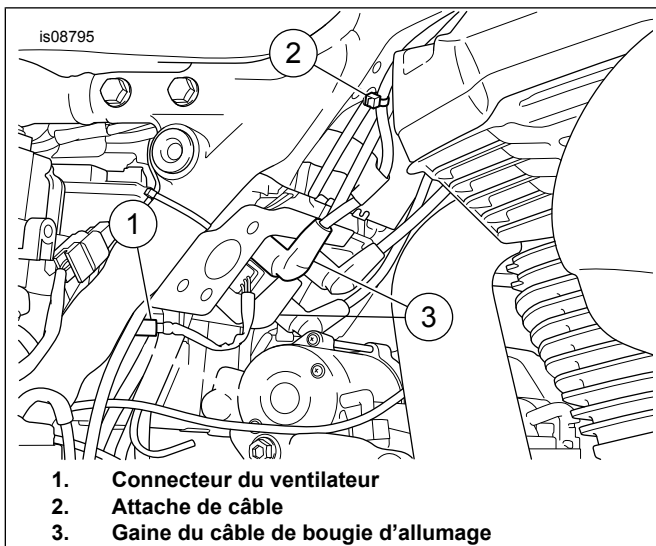

Figure 1. Connecteur du ventilateur
7. Consultez Figure 1 . Situer et déconnecter le connecteur du ventilateur (1).
- *Lorsqu'elles sont repositionnées, les gaines des câbles de bougie de droite (3) sur le bloc de bobinage devraient être orientées vers le côté gauche du véhicule.*
- *Voir Tableau 1. Le châssis comporte des trous pour permettre l'utilisation de sangles de câble d'arbre de Noël (12) pour faciliter l'acheminement adéquat du faisceau de câbles ou la fixation des câbles de bougie.*
- *Au moment d'acheminer les câbles de bougie d'allumage (2), veuillez vous assurer qu'il existe un dégagement suffisant entre le châssis et le bloc moteur.*
Consultez Figure 1 . Repositionner les gaines de câble de bougie du côté droit.